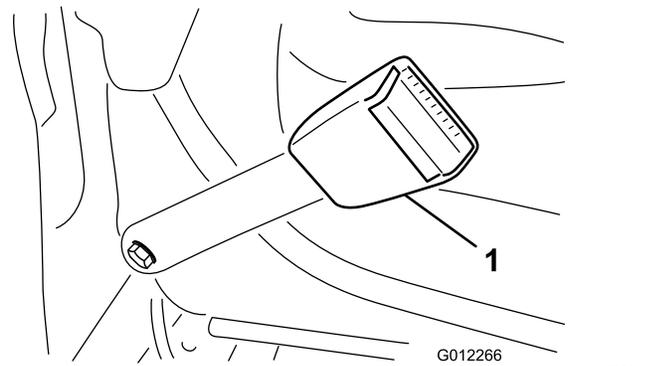

図 6
- 2本のボルト7/16 x 1インチ、平ワッシャ7/16インチ、ロックワッシャ7/16インチを使って、シートベルトの各端部を、運転席後ろの穴に取り付ける 図 6。